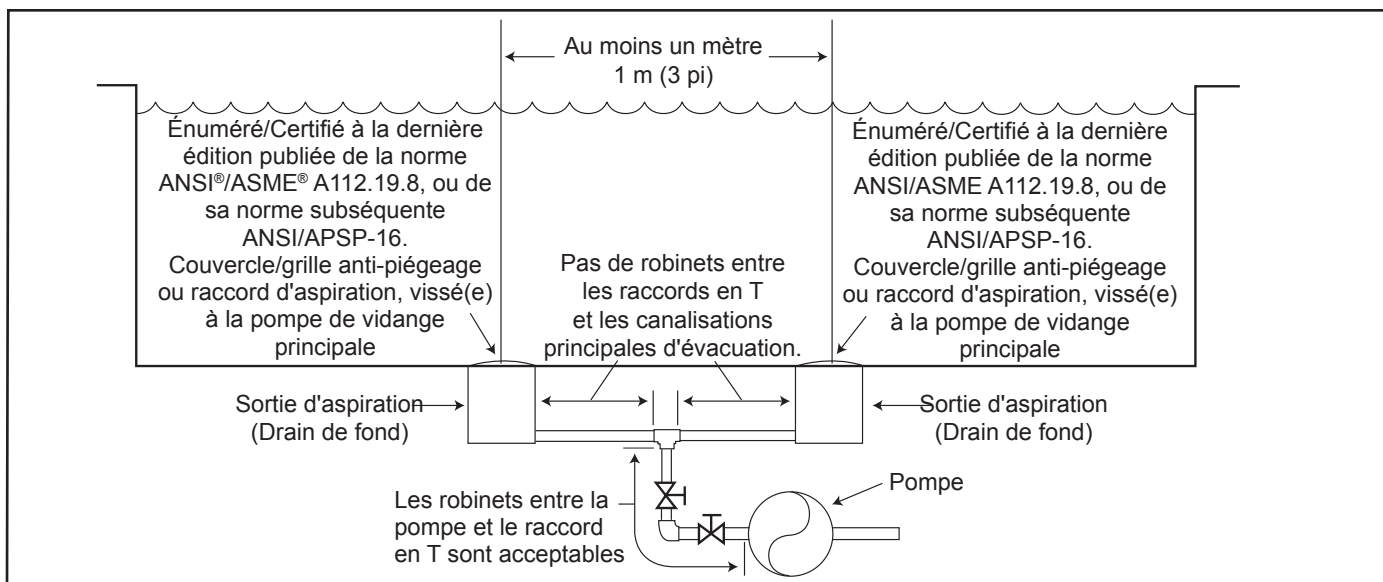

Figure 1. Nombre de sorties d'aspiration par pompe
**Nombre de bouches d'aspiration par pompe - Fournir au moins deux (2) bouches d'aspiration hydrauliquement équilibrées, avec couvercles, en guise de bouches d'aspiration pour chaque conduite d'aspiration de pompe de circulation.** Les centres des bouches d'aspiration sur toute conduite d'aspiration doivent être à au moins un (1) mètre (3 pi) l'une de l'autre, de centre en centre. Voir Figure 1.
Le système doit être conçu pour comprendre au moins deux bouches d'aspiration (drains) connectées à la pompe chaque fois que la pompe fonctionne. Cependant, si deux (2) bouches d'aspiration aboutissent à une seule conduite d'aspiration, cette dernière peut être équipée d'un robinet qui coupera les deux bouches d'aspiration de la pompe. Le système doit être conçu de manière à ne pas permettre une fermeture ou un isolement distinct ou indépendant de chaque drain. Voir la Figure 1.